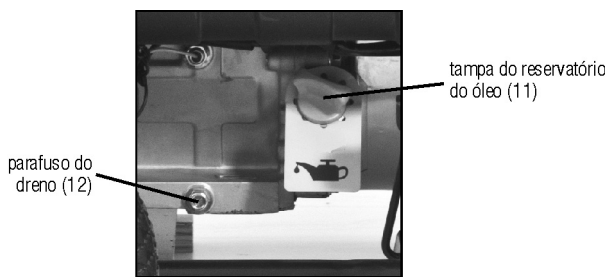

Fig. 7 – tampa de óleo (vareta)
- 3 - Remova a tampa de óleo e com auxílio de um pano, limpe a vareta indicadora de nível (fig. 7);